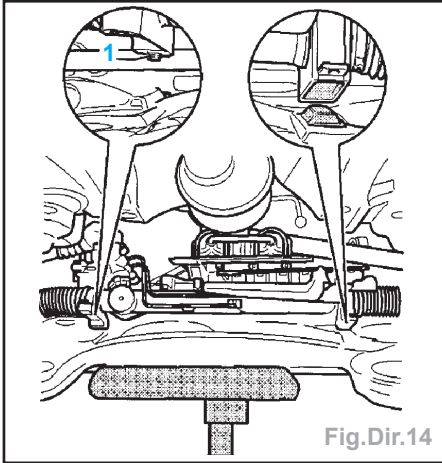

Fig.Dir.14
- La douille filetée (1) (Fig.Dir.14) doit être positionnée dans l'alésage du berceau.